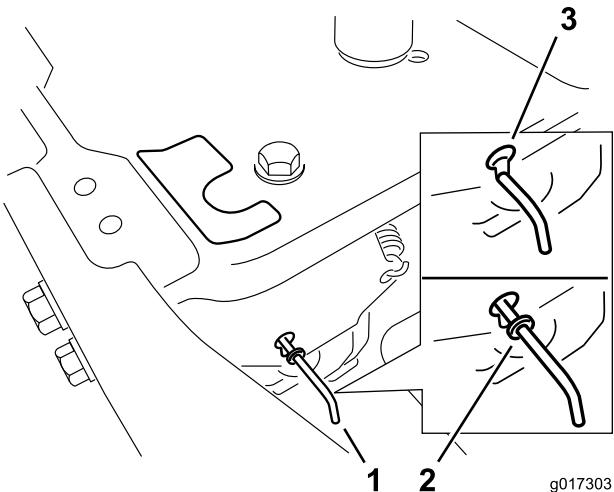

Figura 22
- Mueva las palancas de desvío hacia delante a través del orificio y hacia abajo para bloquearlas en esa posición (Figura 22).
Mueva las palancas de desvío hacia atrás a través del orificio y hacia abajo para bloquearlas en esa posición, según se muestra en Figura 22.